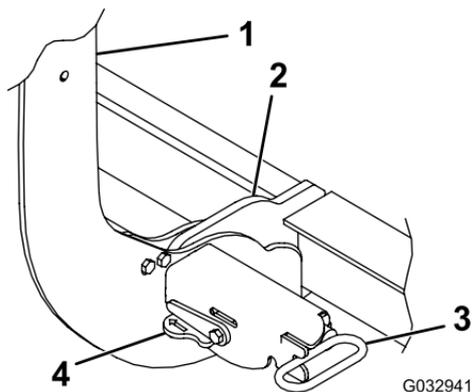

Figure 17
3. Tournez les leviers sur les accouplements à la position de VERROUILLAGE (Figure 17).
6. Vérifiez que les deux goupilles à ressort sont complètement engagées dans l'accouplement (Figure 17).